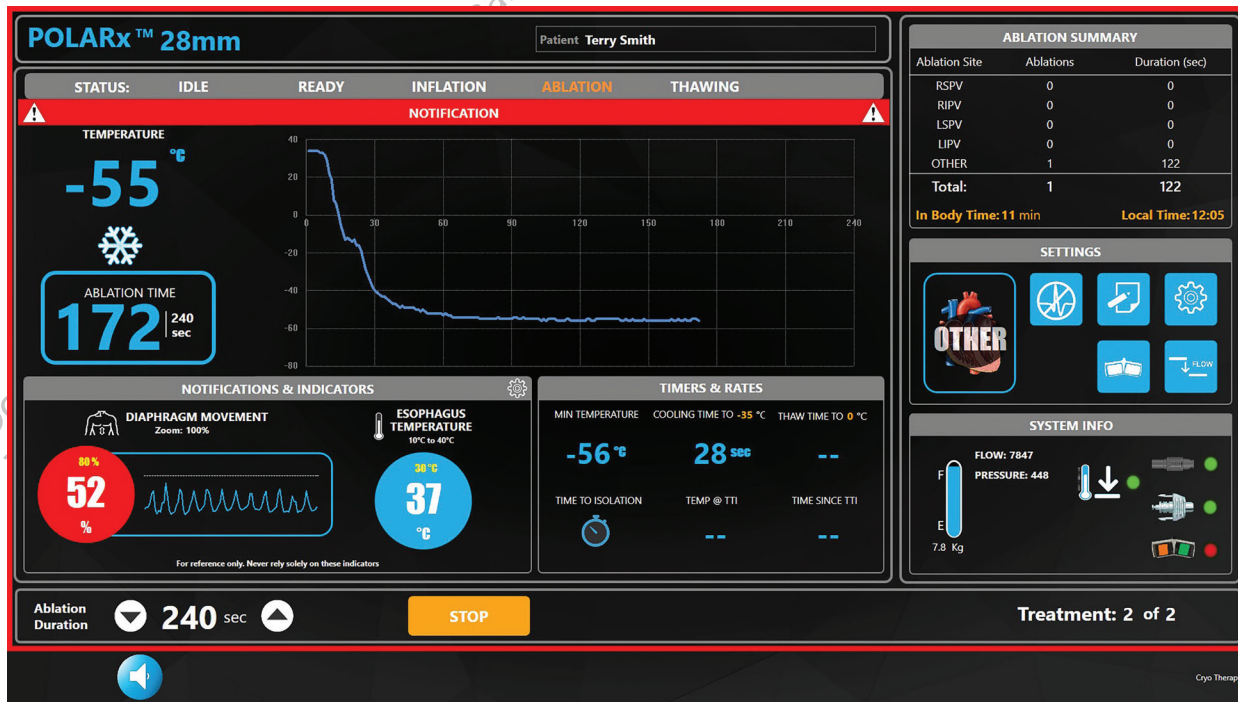

Figura 12. Alerta del sensor de **Diaphragm Movement** (Movimiento del diafragma)
- Seleccione el valor numérico junto a **Diaphragm Sensor Limit** (Límite del sensor del diafragma). Ajuste el **Diaphragm Sensor Limit** (Límite del sensor del diafragma) al porcentaje deseado con las flechas arriba/abajo. Cuando el porcentaje alcanza el valor escogido en este campo, la lectura del sensor **DIAPHRAGM MOVEMENT** (Movimiento del diafragma) en la pantalla Therapy (Terapia) cambiará al color rojo y parpadeará, un borde rojo alrededor de la pantalla también parpadeará y la barra de título del gráfico de temperatura parpadeará de color rojo; se emitirá una notificación audible cuando el porcentaje alcanza el valor escogido en este campo (Figura 12). La alerta puede mostrarse durante la fase de ablación.